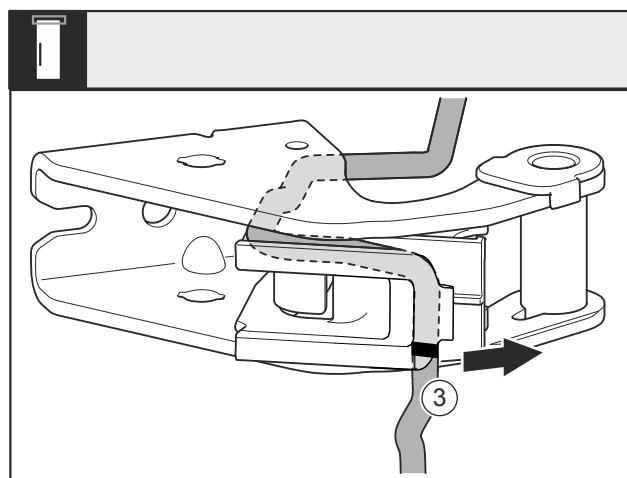

Fig. 27
- Desmonte el cable con el portacables Fig. 27 (3) del soporte del cojinete.